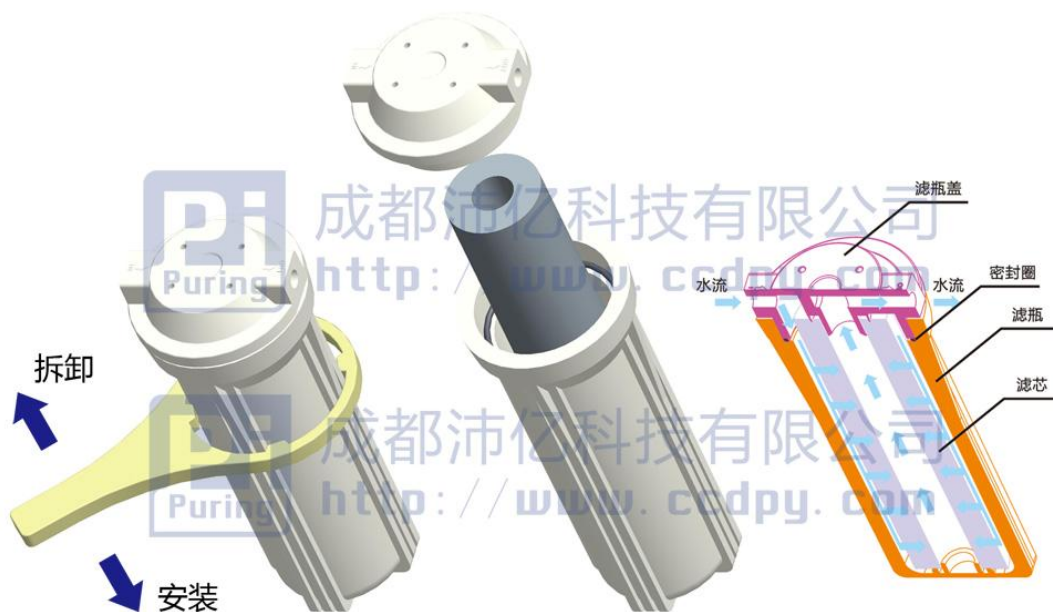

图4
4.2 PP 滤芯更换：在设备制水时关闭水源，让设备报警待机以消除管路水压，关闭电源，用随机塑料扳手如图 4 所示方向卸下滤瓶，换装 PP 滤芯然后拧紧滤瓶。开启水源，然后开启电源，设备即能正常工作。根据原水水质优劣和实际用水量的大小，2~3 个月更换 1 次为宜。